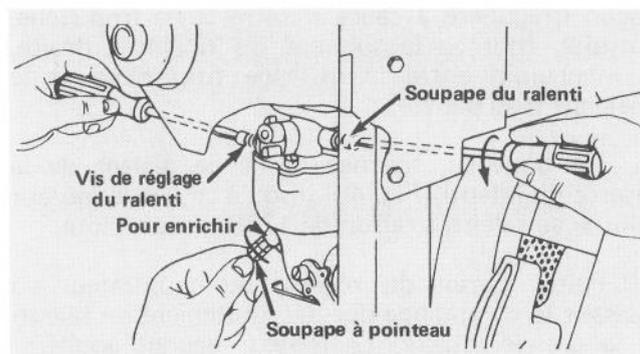

Figure 40
1. Soupape à pointeau (Fig. 40) — Fermez la soupape à pointeau en la tournant délicatement vers la droite (en vissant).
2. Tournez de 1-1/2 tour vers la gauche la soupape à pointeau pour l'ouvrir (Fig. 40).
3. Soupape du ralenti (Fig. 40) — Fermez la soupape du ralenti en la tournant délicatement à droite (en vissant).
4. Ouvrez la soupape du ralenti en la tournant de 1/4 à 3/4 de tour vers la gauche ou en la dévissant (Fig. 40).
6. Tournez la soupape à pointeau (Fig. 40) vers la droite — en vissant — jusqu'à ce que le moteur ait des ratés à cause de la pauvreté du mélange d'essence. Puis tournez la soupape à pointeau vers la gauche — en dévissant — de sorte que le moteur tourne de façon irrégulière à cause du mélange
7. Ramenez la commande des gaz à la vitesse de ralenti. Tournez alors la vis de réglage du ralenti (Fig. 40) jusqu'à ce que le moteur tourne au ralenti accéléré — 1750 tours-minute.
8. Tournez à droite la soupape du ralenti (Fig. 40) — en vissant — jusqu'à ce que le moteur commence à avoir des ratés à cause d'un mélange trop pauvre. Ensuite, tournez la soupape du ralenti à gauche — en dévissant — jusqu'à ce que le moteur tourne de façon irrégulière à cause d'un mélange trop riche. Ensuite, tournez la soupape du ralenti à droite, à mi-chemin entre le mélange trop riche et le mélange trop pauvre.
9. De nouveau, tournez la vis de réglage de la vitesse du ralenti (Fig. 40) jusqu'à ce que le moteur tourne au ralenti à raison de 1750 tours-minute.